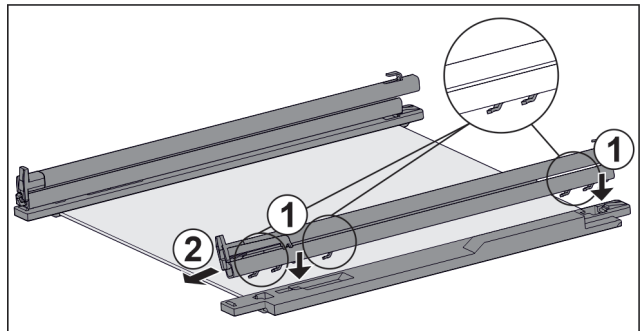

Fig. 82 Glasplaat met rails en vasthouddelen
- ▶ Haken van de rail op de openingen van het **linker** vasthouddel plaatsen. Fig. 82 (1)
- ▶ Rail naar voren trekken. Fig. 82 (2)
- ▶ Haken van de rail op de openingen van het **rechter** vasthouddel plaatsen. Fig. 82 (1)